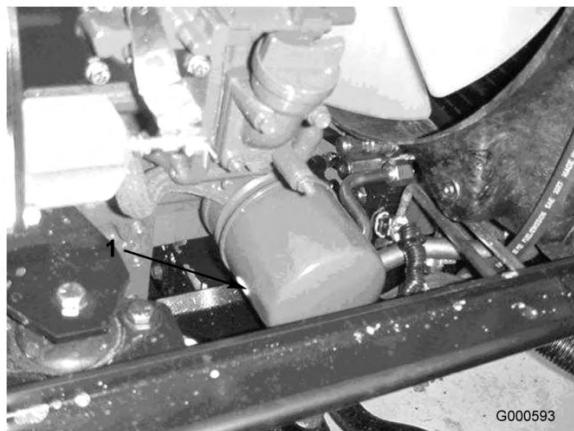

図 35
2. オイルフィルタ（図 35）を外す。新しいフィルタのシールに薄くエンジン・オイルを塗って取り付ける。締めすぎないように注意すること。